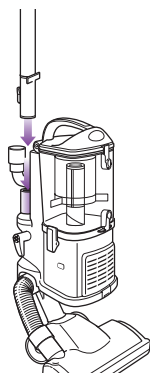

Fig. 8
- 3 Installez l'extrémité du tube de rallonge au tube se trouvant à l'arrière du chariot amovible jusqu'à ce qu'un déclic indique qu'il est en place. (Fig. 8)